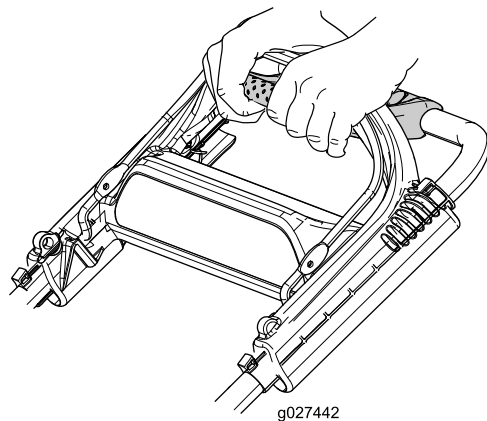

Figure 21
1. Saisissez les coins de la poignée du bout des doigts (Figure 21).